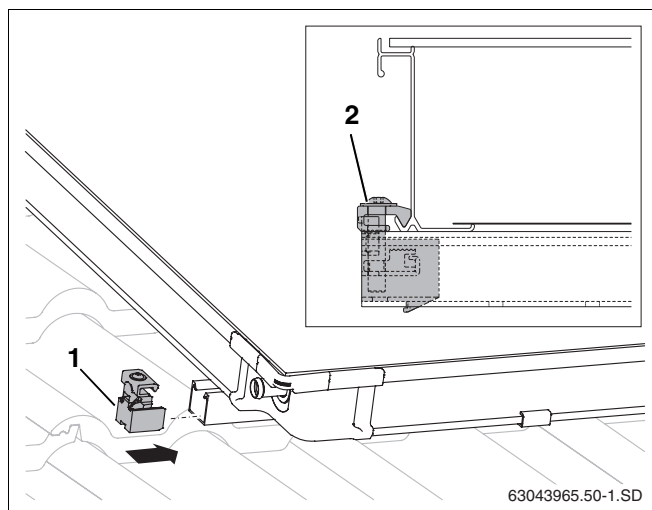

Fig. 49 Giunto di collegamento unilaterale per collettore, lato sinistro
- Spingere i giunti di collegamento unilaterali (fig. 49, **pos. 1**) nelle guide profilate superiore e inferiore.
- Spingere il giunto fino al telaio del collettore e avvitare con la chiave SW5 (fig. 49, **pos. 2**).